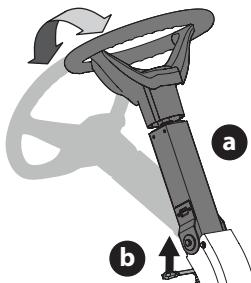

Figure 9
- Pour faire incliner la colonne du volant de direction (a) vers l'avant, tournez le levier de réglage (b), placez la colonne du volant de direction (a) à la position désirée, puis relâchez le levier de réglage (b) pour fixer la colonne du volant de direction (Figure 9).